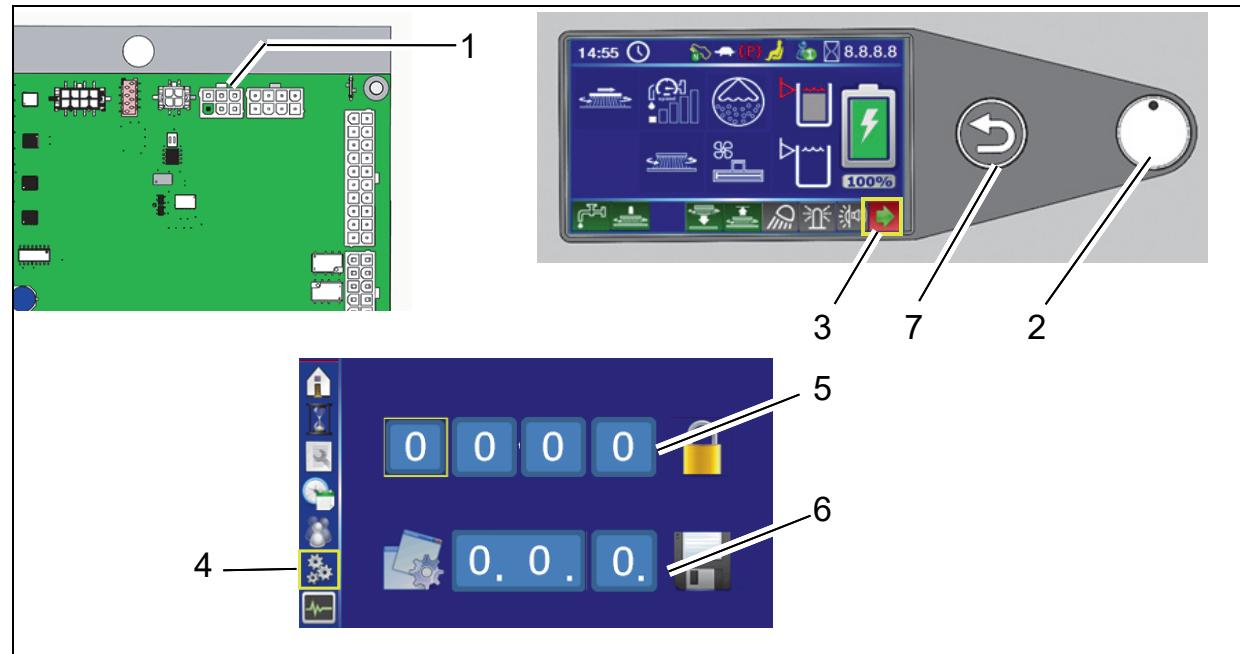

Abb. 3
Diagnosestecker auf den Steckplatz X20 der Steuerung A1 stecken (Abb. 3/1).
2. Auf dem Bedienfeld mit dem Dreh-Drücksteller (DDS) (Abb. 3/2) den Pfeil-Softkey (Abb. 3/3) anwählen und drücken, um ins Untermenü zu gelangen.
3. Im Untermenü das Konfigurationsmenü anwählen (Abb. 3/4).
4. Im Konfigurationsmenü oben (Abb. 3/5) den 4-stelligen Code einstellen:
Im Konfigurationsmenü unten (Abb. 3/6) den Wert der Option einstellen und durch Drücken des DDS speichern. Nach Bestätigung der letzten Ziffer erscheint ein OK?. Um Wert zu speichern, nochmals DDS drücken. Gespeicherter Wert wird grün dargestellt. Soll der Wert nicht gespeichert werden, Menü mit Rücksprungtaste (Abb. 3/7) verlassen.